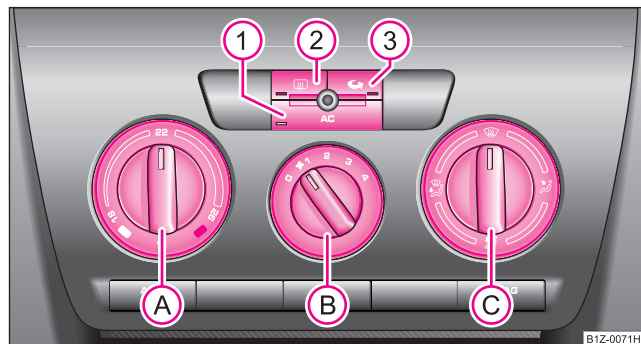
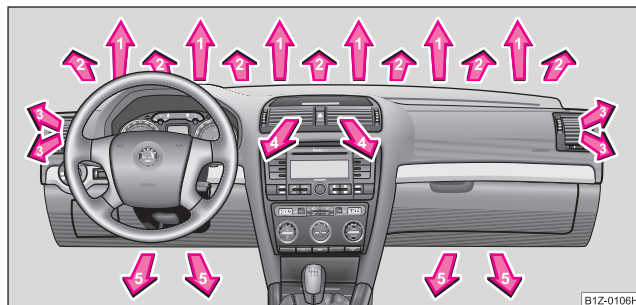
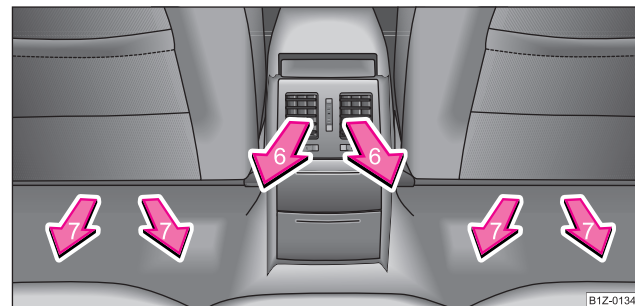

Fig. 120 Sistema de aire acondicionado: Elementos de mando
Fig. 121 Difusores de salida de aire delanteros
Fig. 122 Difusores de salida de aire traseros
El sistema de aire acondicionado funciona sólo si se pulsa la tecla **AC** ⇒ página 130, fig. 120 **1** y se cumplen las siguientes condiciones:
- Gire el regulador giratorio (A) ⇒ fig. 120 hacia la derecha para aumentar la temperatura.
- Gire el regulador giratorio (A) hacia la izquierda para bajar la temperatura.
- Pulsar la tecla (AC) (1) ⇒ fig. 120. En la tecla se encenderá el testigo de control.
- Presionando de nuevo el conmutador (AC) se desconectará el sistema de aire acondicionado. Se apagará el testigo de control en la tecla.
- Regulador giratorio (A) → página 130, fig. 120 hacia la derecha hasta el tope
- Conmutador del ventilador (B) a la posición 4
- Regulador de la distribución de aire (C) a la posición
- Abrir los difusores 3 → página 133, fig. 121 y dirigirlos hacia el cristal lateral
- Regulador giratorio **(A)** ⇒ **página 130, fig. 120** hacia la izquierda hasta el tope
- Abrir los difusores **3** y **4** ⇒ **página 133, fig. 121**
- Pulsar la tecla  ⇒ **página 130, fig. 120** - se encenderá el testigo de control en la tecla.
Si el regulador de distribución de aire **(C)** se encuentra en la posición  ⇒ **página 130, fig. 120**, el servicio de aire circulante se desconectará automáticamente. Pulsando repetidamente la tecla , usted puede conectar de nuevo el servicio de aire circulante también en esta posición. ►
La salida de aire para cada difusor lo puede ajustar usted con el regulador giratorio . Los difusores 3, 4 ⇒ fig. 121 y 6 ⇒ fig. 122 se pueden cerrar y abrir por separado: ▶